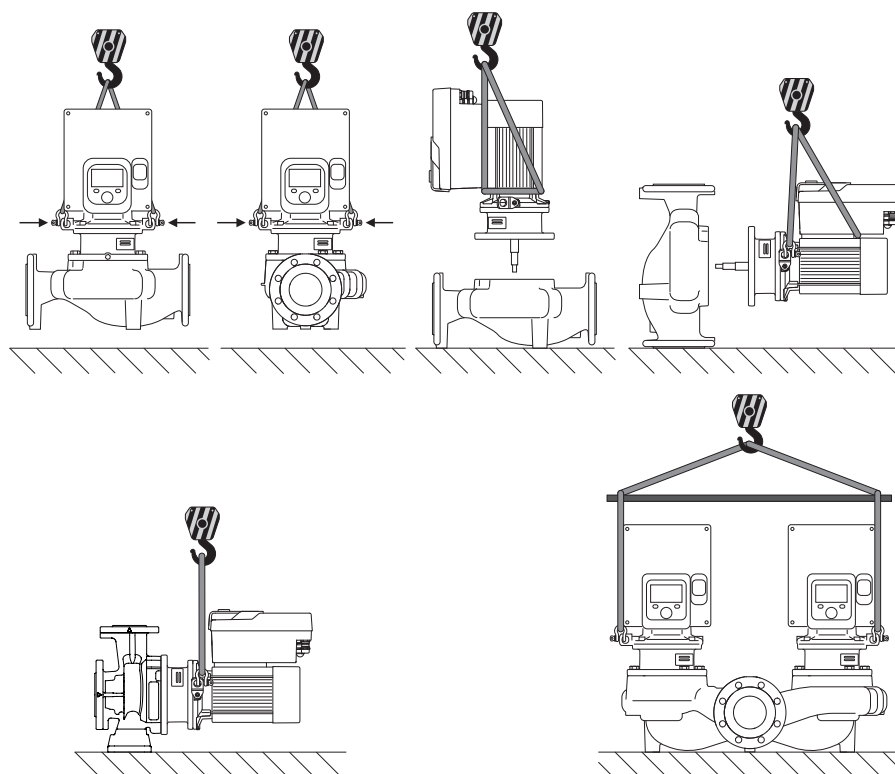

Fig. 6: Direcție de ridicare
Transportul pompei trebuie efectuat cu ajutorul accesoriilor de ridicare autorizate (palan, macara etc.). Accesoriile de ridicare trebuie să fie fixate pe ochetii de transport existenți pe flanșa motorului. Împingeți buclele de ridicare, dacă este necesar, sub placa de adaptare (Fig. 6).
2. Pentru siguranță, fixați ansamblul motor cu rotor hidraulic (Fig. 4), cu ajutorul mijloacelor adecvate de ridicare, pe ochetei de transport. Pentru a preveni răsturnarea unității, așezați o buclă de curea așa cum se arată în Fig. 6 în jurul motorului și adaptorului modului electronic. Evitați deteriorarea modului electronic atunci când îl fixați.